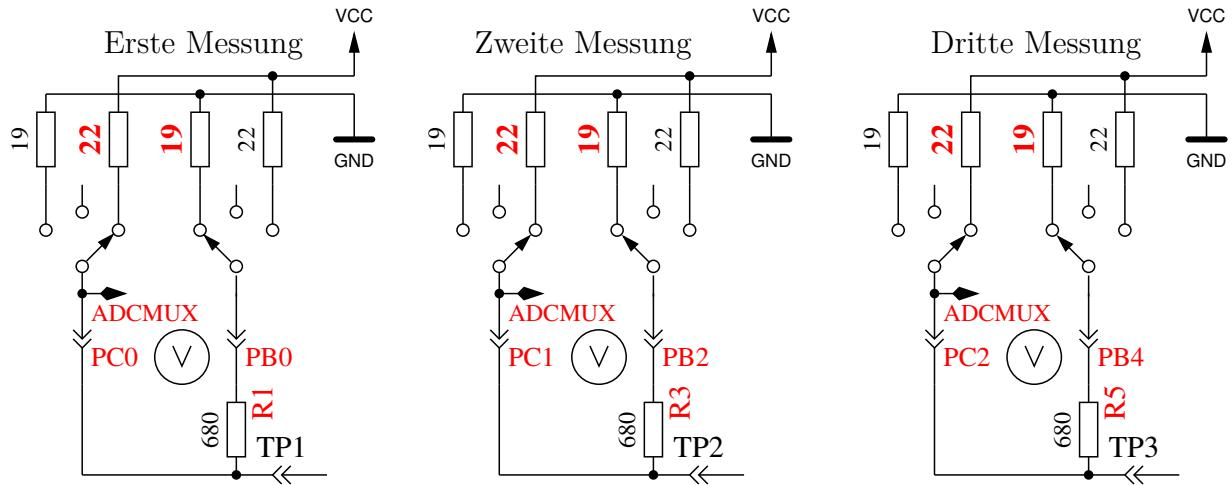

Abbildung 5.67. Messung des Innenwiderstandes des auf VCC geschalteten Port-C-Ausgängen.
9. **Messung des Innenwiderstandes von auf VCC geschalteten Port-Ausgängen.** Der benötigte Strom wird von auf GND geschalteten 680Ω -Widerständen geliefert. Es ist die gleiche Messung wie die in Test 8 zur anderen Seite, wie in Abbildung 5.67 gezeigt wird. Der Innenwiderstand wird wie